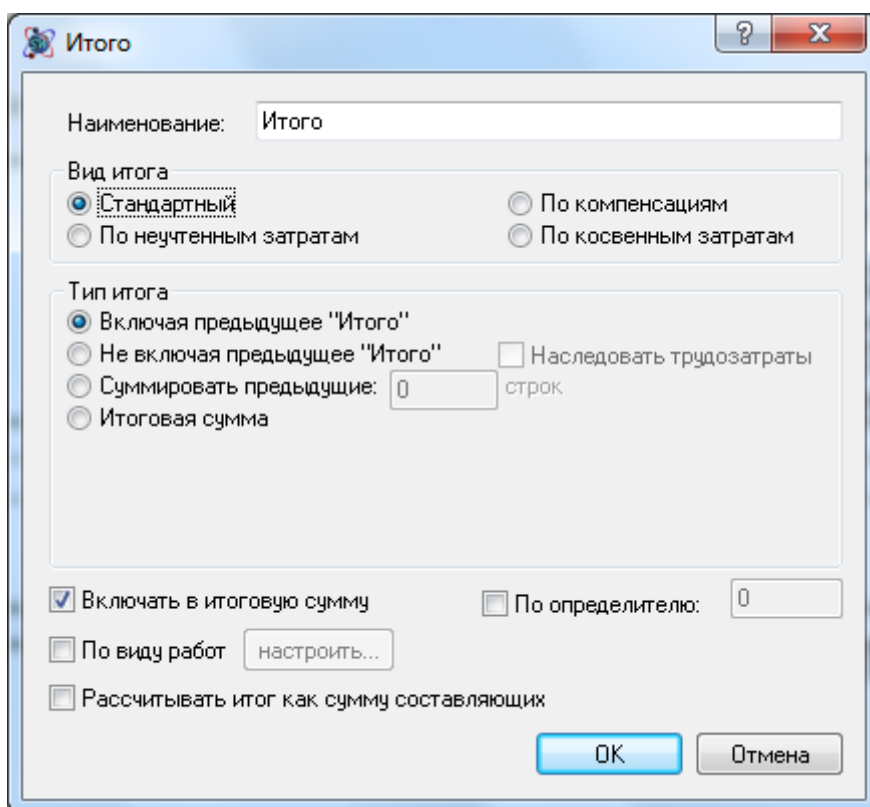

Рис. 4.46 Настройки строки Итого
Перечисленные способы настройки итогов повторяют друг друга. Настройки итогов будут рассмотрены на примере диалогового окна *Итого* (рис. 4.46).
- Вид итога Стандартный (рис. 4.46), типы итогов: